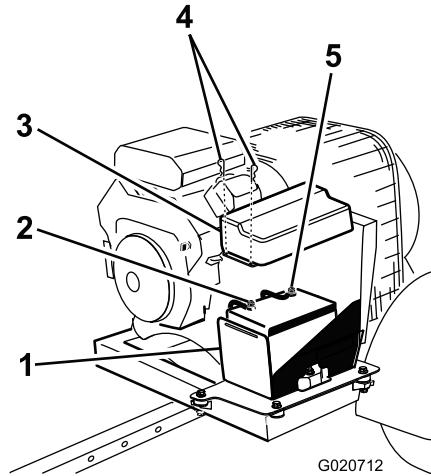

Figura 5
3. Collegate il cavo negativo (nero) al morsetto negativo (–) della batteria (Figura 5).
2. Collegate il cavo positivo (rosso) al morsetto positivo (+) (Figura 5).